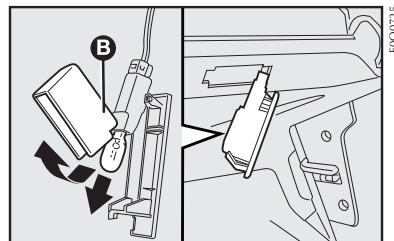

fig. 37
- abrir a proteção **B-fig. 37** e substituir a lâmpada inserida a pressão;